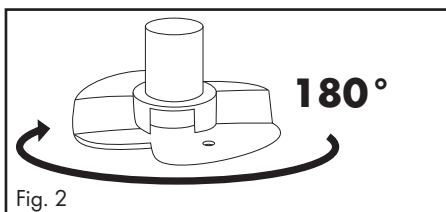
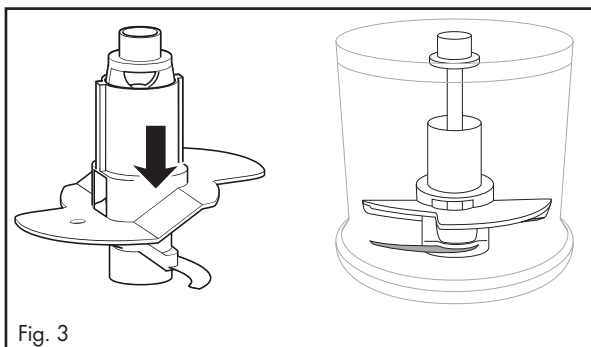

Fig. 2
Fig. 3
- For at piske 200 ml fløde skal du dreje piskedelen **10** 180° lodret (fig. 2), så den kun sidder på en kniv **7** og går i indgreb (fig. 3). Så piskes fløden hurtigere: